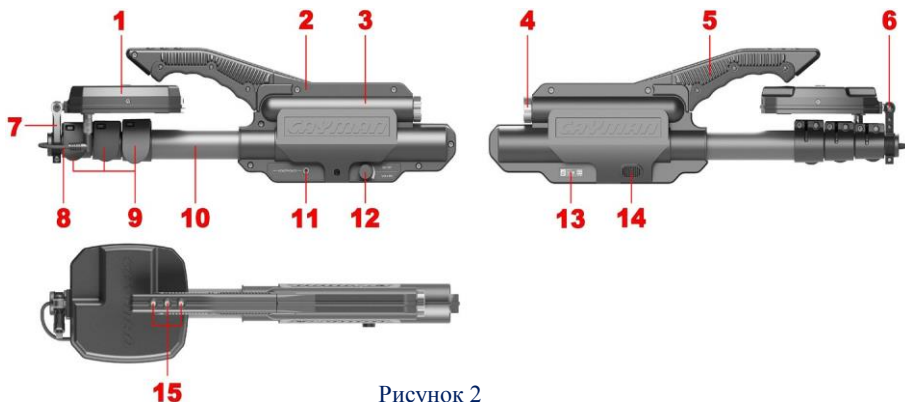
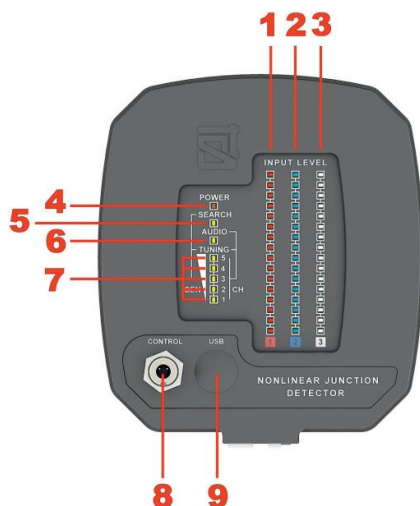

Рисунок 2
Рисунок 4
На стороне антенного модуля, обращенной к оператору (рисунок 4), располагается индикаторная панель, гнездо для подключения кабеля управления/питания и USB-разъем для подключения ПК. Цифрами на рисунке 4 обозначены:
Основной блок собран в прочном пластиковом корпусе (рисунок 2, поз.2). В верхней части корпуса основного блока расположена рукоятка (рисунок 2, поз.5) с тремя кнопками управления прибором (рисунок 2, поз.15). Внутри корпуса основного блока расположен батарейный отсек (рисунок 2, поз.3), рассчитанный на два аккумулятора (тип 18650). Батарейный отсек закрывается металлической крышкой (рисунок 2, поз.4).
На левой стороне корпуса размещено гнездо для подключения наушников (рисунок 2, поз.11) и выключатель питания/регулятор громкости (рисунок 2, поз.12).
На правой стороне корпуса расположен шильд с информацией о названии прибора, серийном номере и производителе (рисунок 2, поз.13) и решетка встроенного динамика (рисунок 2, поз.14).
Четырехсекционная телескопическая штанга предназначена для приближения антенного модуля к проверяемому объекту. При помощи эсцентриковых зажимов (рисунок 2, поз.9) можно установить требуемую длину штанги.
Телескопическая штанга жестко крепится к несущей конструкции внутри основного блока. Передняя часть телескопической штанги оборудована кронштейном для крепления антенного модуля (рисунок 2, поз.6). Фиксация антенного модуля в необходимом положении производится с помощью рычага (рисунок 2, поз.7).
5. Убедиться, что выключатель питания (рисунок 2, поз.12) находится в крайнем левом положении (выключен).
6. Присоединить разъем кабеля питания/управления (рисунок 2, поз.8) к гнезду антенного модуля (рисунок 4, поз.8).
После включения локатора возможно периодическое самопроизвольное свечение одного или нескольких сегментов индикаторов уровня сигналов (рисунок 4, поз.1-3). Это свидетельствует о необходимости адаптации локатора к текущей электромагнитной обстановке.
Информация о наличии отклика в области зондирования отображается на трех шкалах индикатора INPUT LEVEL (рисунок 4, поз. 1, 2, 3).
На панели антенного модуля должен погаснуть индикатор SEARCH (рисунок 4, поз.5) и загореться индикатор AUDIO (рисунок 4, поз.6).